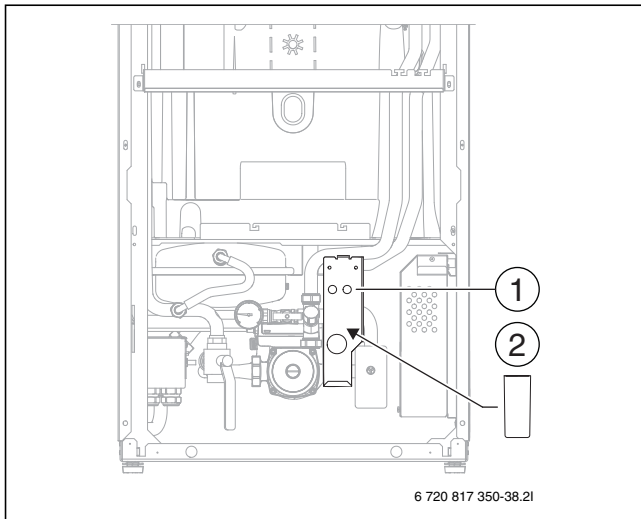

Bild 10 Kopplingsutrymme spillvattenkopp
- ▶ Montera hållare för spillvattenkopp (→[1], Bild 10).
- ▶ Montera spillvattenkopp (→[2], Bild 10).